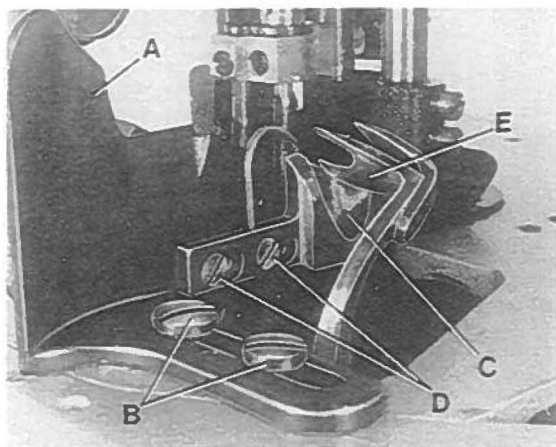

Fig. 26
Set the edge guide (A, Fig. 26) laterally as close as possible to the presser foot, without contacting it. When loosening the two screws (B), the edge guide (A) can be moved laterally. Retighten screws.
Set the stitch tongue (C, Fig. 26) so that the rear part of the thread loop slides over the tongue onto the fabric, while the front part of the loop is retained until the right needle securely has entered the loop. After loosening screw (D) the stitch tongue (C) can be moved to the front or to the rear. When moving the stitch tongue to the rear, the front part of the thread loop is retained longer. Retighten screws (D).
On its travel the upper spreader (E, Fig. 26) should not contact stitch tongue (C).
Stellen Sie die Kantenführung (A, Fig. 26) seitlich so dicht wie möglich an den Drückerfuß, ohne diesen zu berühren. Nach Lösen der beiden Schrauben (B) kann die Kantenführung (A) seitlich verschoben werden. Ziehen Sie die Schrauben wieder an.
Stellen Sie die Stichzunge (C, Fig. 26) so, daß der hintere Teil der Fadenschlinge über die Zunge auf das Nähgut gleitet, während der vordere Teil der Schlinge so lange zurückgehalten wird, bis die rechte Nadel sicher in die Schlinge eingestochen hat. Nach Lösen der Schrauben (D) kann die Stichzunge (C) nach vorne oder hinten verschoben werden. Wird die Stichzunge nach hinten verschoben, wird der vordere Teil der Fadenschlinge länger zurückgehalten. Ziehen Sie die Schrauben (D) wieder an.
Der obere Blindgreifer (E, Fig. 26) darf bei seiner Bewegung die Stichzunge (C) nicht berühren.